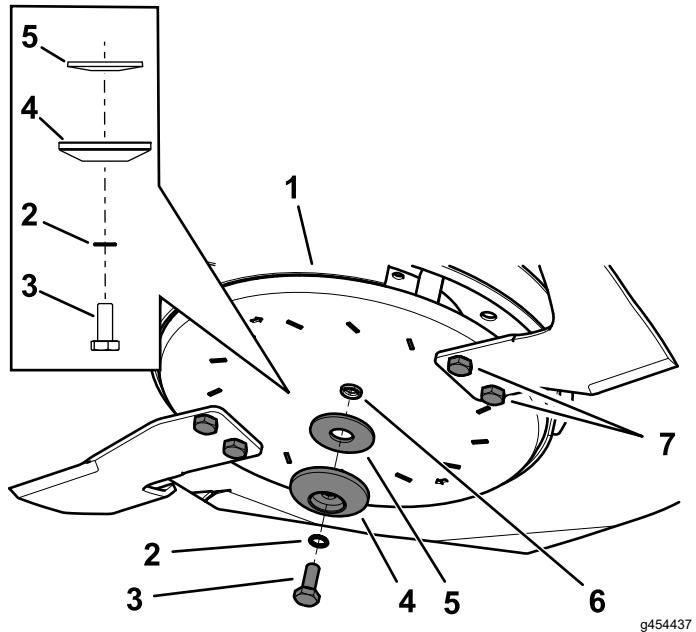

Figure 111
- Montez la lame latérale avec le boulon de disque, la rondelle dentelée, le disque de retenue et la rondelle bombée que vous avez retirés précédemment (Figure 111).